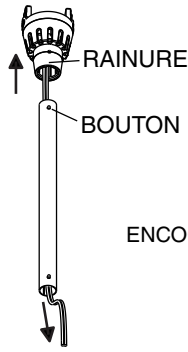

Figure 8
3. Passer le câble de l'appareil dans la tige en métal. Insérer la tige dans l'appareil, le bouton de la tige vis-à-vis de la rainure dans l'appareil, et appuyer fermement jusqu'à ce qu'un clic se fasse entendre (figure 8).